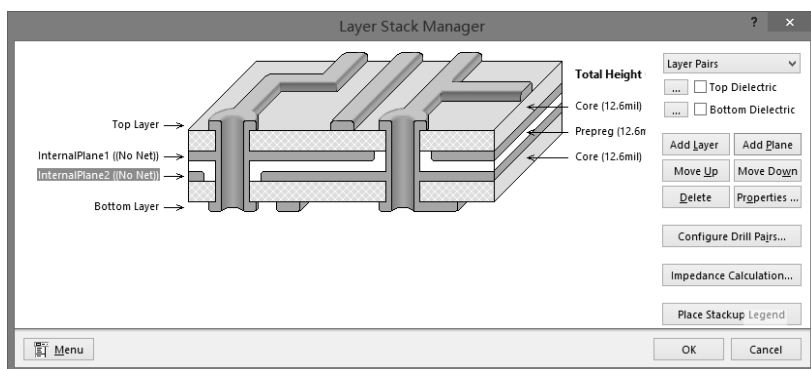

图 3.6.22 增加两个内层的 PCB 板
(2) 内层的建立: 在“Layer Stack Manager (图层堆栈管理器)”对话框中, 选中左边的“Top Layer”名称, 然后单击“Add Plane (加内电层)”按钮, 会在当前的 PCB 板中增加一个内层, 在这里要添加两个内层, 添加了两个内层的效果如图 3.6.22 所示。